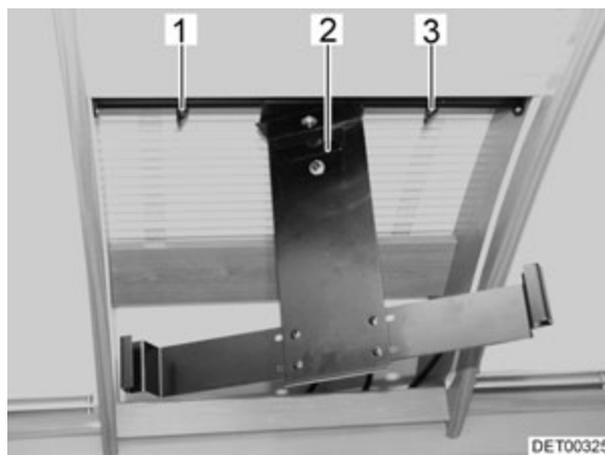

Fig. 68 Armoire à rideau avec support d'écran (écran plat non monté)
- Desserrer les vis de fixation (Fig. 68,1) situées au dos du support de l'écran plat. Cela permet de déverrouiller le support de l'écran (Fig. 68,2).
- Maintenir l'écran plat dans cette position et visser à fond les vis de fixation (Fig. 68,1).